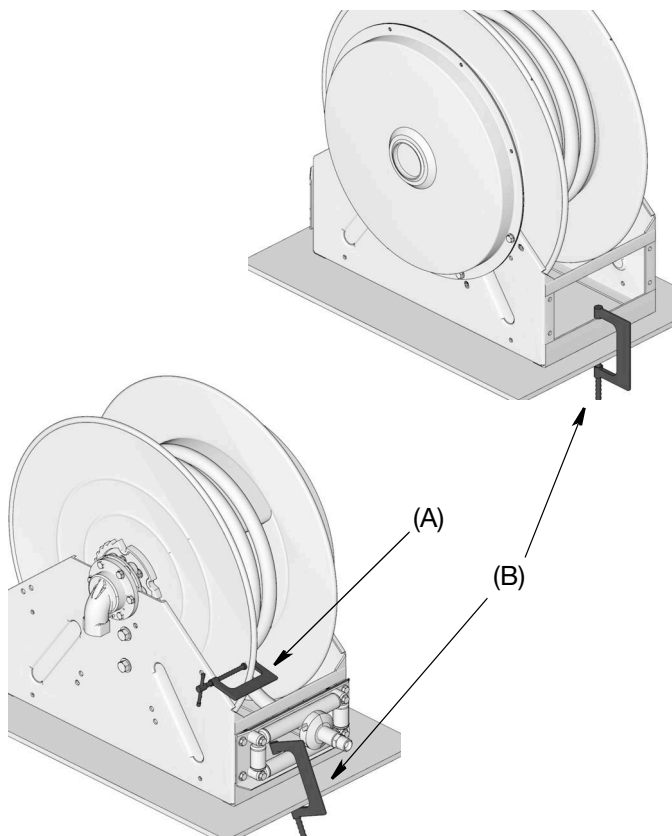

FIG. 22
3. Prima di modificare l'orientamento dell'ingresso, gli avvolgi tubo con montaggio a soffitto o a parete devono essere messe fuori servizio e fissati a una superficie piana (B) (Fig. 22).
5. Inserire la sicura. Fissare saldamente un morsetto a C (A) al rocchetto come mostrato in FIG. 22 per evitare che la bobina cominci accidentalmente a girare liberamente.